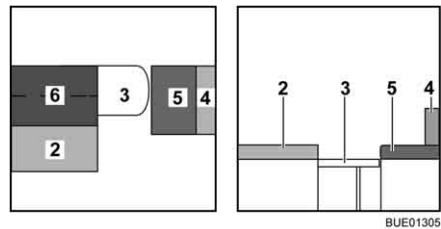

Bild 132 Under ombyggnaden
- Fäll upp den extra dynan (Bild 132,6) och lägg den på bordet.